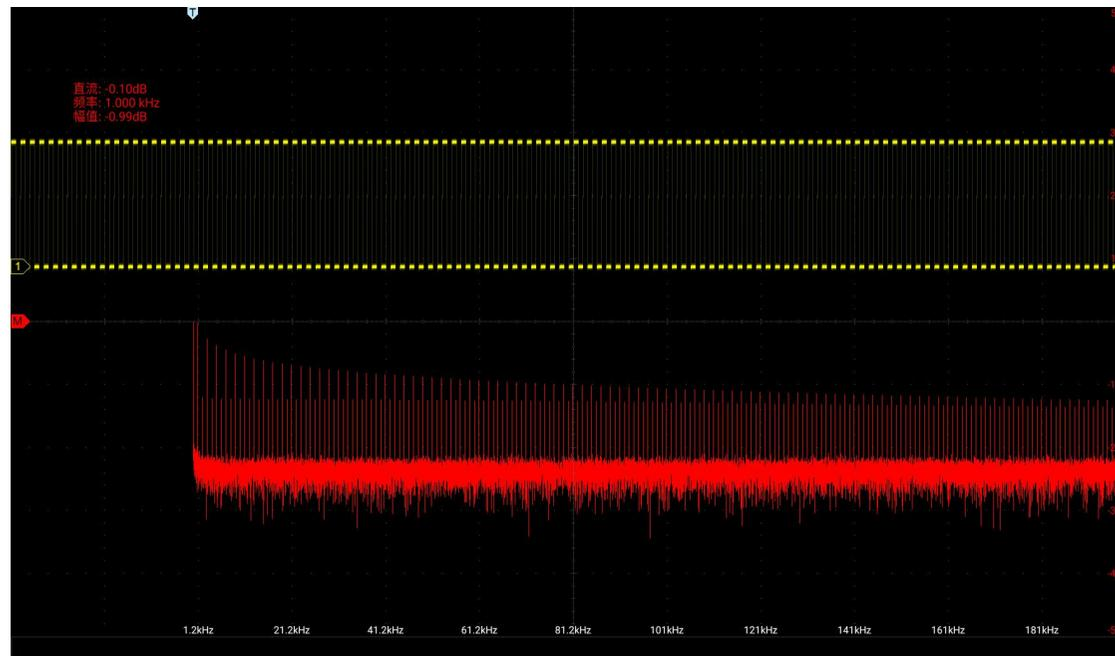

图 9-3 FFT 窗口
- 2) 轻点  频谱类型“线/分贝”，打开 FFT 窗口（见图 9-3 FFT 窗口）。